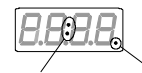

Fig. 10 Valore de la salida de regulación Set Point
- Pulsando de nuevo la tecla FUNC, el display visualizará el valor del set point operativo o del set point final (como programado en el parámetro "SP.dS"), el punto decimal indicado en la fig.10 está encendido.
- Pulsando de nuevo la tecla FUNC, el display visualizará el valor de la salida de regulación, los dos puntos indicados en la fig.10, estarán encendidos. El valor de la salida de regulación PRINCIPAL es visualizado con las dos cifras más significativa, mientras que el valor de la salida de regulación SECUNDARIA es visualizado con las dos cifras menos significativas.